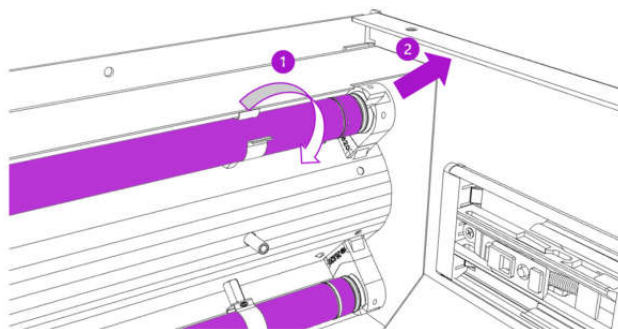

Abb. 17
3. Leuchtmittel wie in Abb. 17 um 90° in Pfeilrichtung (1) drehen bis ein Klick-Geräusch zu hören ist. Leuchtmittel in Pfeilrichtung (2) herausnehmen. Leuchtmittel entsorgen (siehe 7, Seite 30)